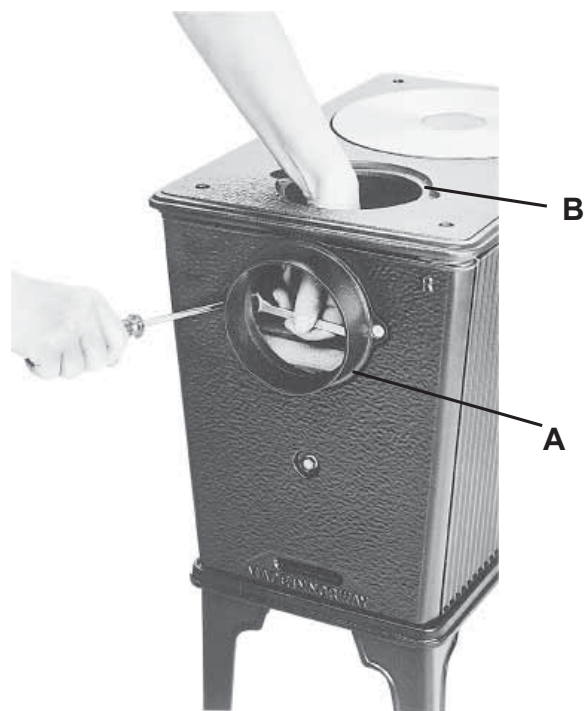

Fig. 4
- Monteer knop (afb. 4 C) met de meegeleverde schroeven op de deurgrendel.
Ventilatieopening afb. 4 D